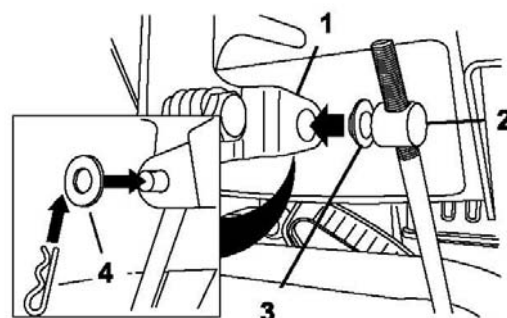

Рисунок 6.
3. Снимите шпильку и внешнюю прокладку с цапфы на верхнем конце штока переключения скоростей. (Рис. 6)
Уточнение: Чтобы упростить установку, оставьте плоскую прокладку на цапфе (Рис. 6)
6. Поднимите шток переключения скоростей и вставьте цапфу в отверстие на рычаге (Рис. 6).
- В. Отсоедините цапфу от рычага переключения скоростей. (рис.6)
- С. Поверните цапфу вниз (по часовой стрелке) на штоке управления переключением скоростей. (Рис. 6)
- Д. Соедините цапфу с рычагом переключения скоростей (Рис. 6)
- В. Отсоедините цапфу от рычага переключения скоростей. (рис. 6)
- С. Поверните цапфу вверх (против часовой стрелки) на штоке управления переключением скоростей. (рис. 6)